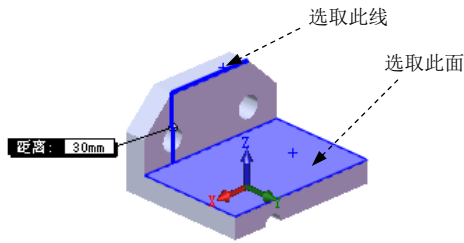

图 4.10.11 线到面的距离
Step10. 测量线到面的距离，如图 4.10.11 所示。